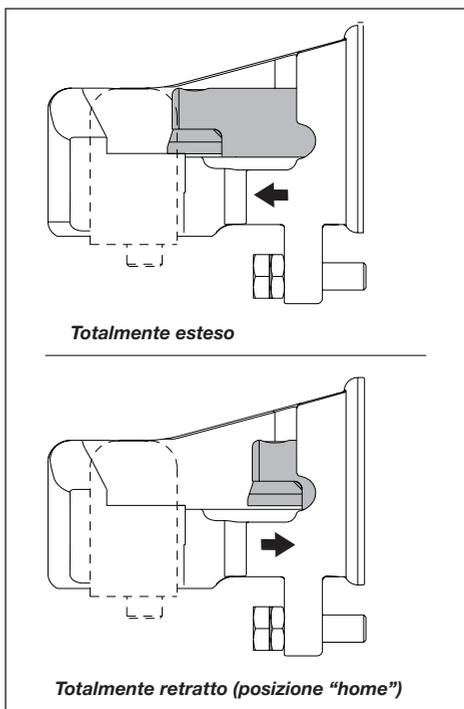

Figura 8, Posizioni del pistone (vista dall'alto)
Assicurarsi che il pistone e la lama mobile siano del tutto retratti in posizione "home" prima di inserire qualsiasi materiale nella testa di taglio. Vedere la figura 8.
2. Verificare che lo stelo si trovi in posizione "home" (completamente retratto). Vedere la Figura 8.